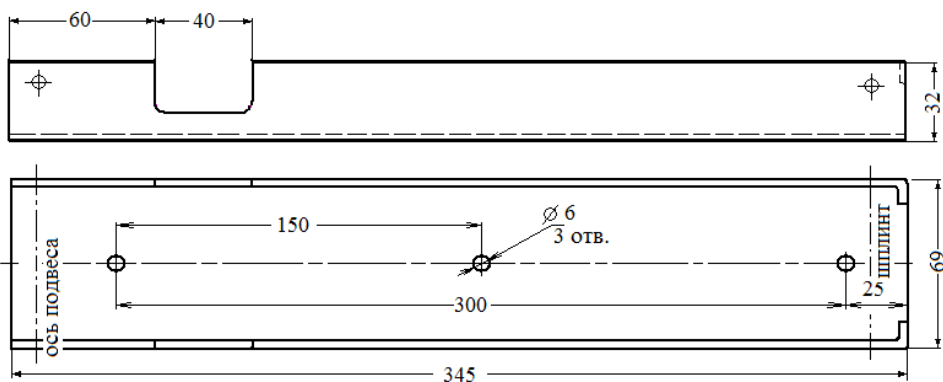

Рис. 3 – Крепёжная площадка МПП «Гарант-12КД».
6.3. Закрепить крепёжную площадку модуля в соответствии с определенными местами (по п. 6.2) и разметкой отверстий (см. рисунок 3).